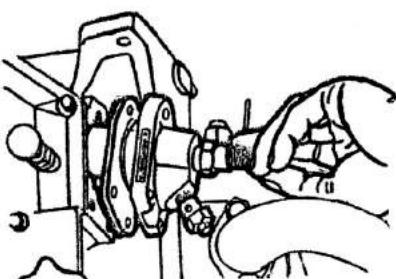

рис. 10
a.) Аккуратно поворачивайте маховик в рабочем направлении вращения до тех пор, пока топливо не начнет вытекать из открытого конца топливной магистрали; проверьте, совпадает ли метка на бачке с меткой на краю маховика в пределах 20~24° от верхней мертвоточки. В случае несовпадения требуется регулировка (Рис. 10).